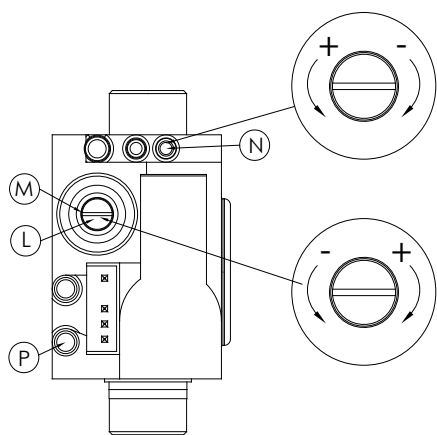

Fig. 35
- Nel caso in cui il valore di CO2 non corrisponda eseguire la regolazione togliendo il cappuccio di protezione "L" e agire sulla vite "M" (fig. 35) del regolatore di rapporto fino ad ottenere il valore di CO2 previsto. Ruotare in senso orario per aumentare il valore di CO2, in senso antiorario per diminuirlo.